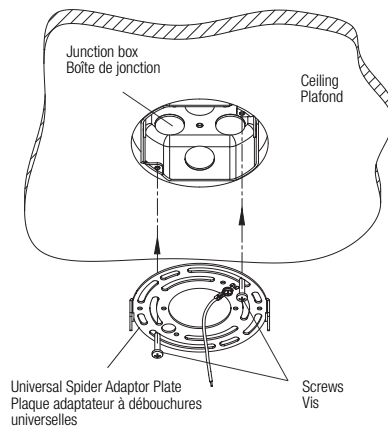

Fig. 2c
5. Install the Universal Spider Adaptor Plate on the ceiling recessed junction box by screwing the two screws (Fig. 2c).
5. Installez la plaque adaptateur à débouchures universelles sur la boîte de jonction encastrée dans le plafond en vissant les deux vis (Fig. 2c).